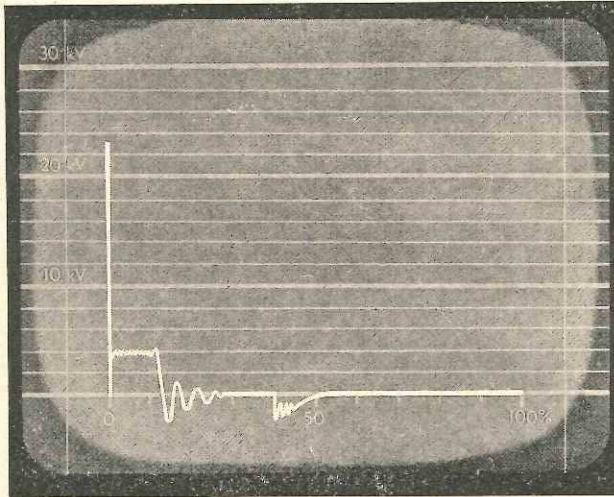

Bild 89 Normales Sekundär-Oszillogramm eines Zündfunken
**Kathodenstrahloszillographen** sind Meßgeräte, die im Gegensatz zu Zeigerinstrumenten, die durch ihre Trägheit nur Dauerwerte oder Mittelwerte anzeigen, auch sich rasch veränderte Werte, in jedem Zeitpunkte des zeitlichen Ablaufes ihrer Veränderung anzeigen können (siehe «Querschnitt durch die Autotechnik», Heft 140 Seite 74). Mit für die Zündanalyse speziell konstruierten Zündoszillographen, kann somit die beim Zündvorgang an der primären und sekundären Seite der Zündanlage herrschende Spannung in jedem Zeitpunkt eines Zündablaufes, aber ebenso während aller Zündungen eines Motors zugleich gemessen werden (Bild 89).